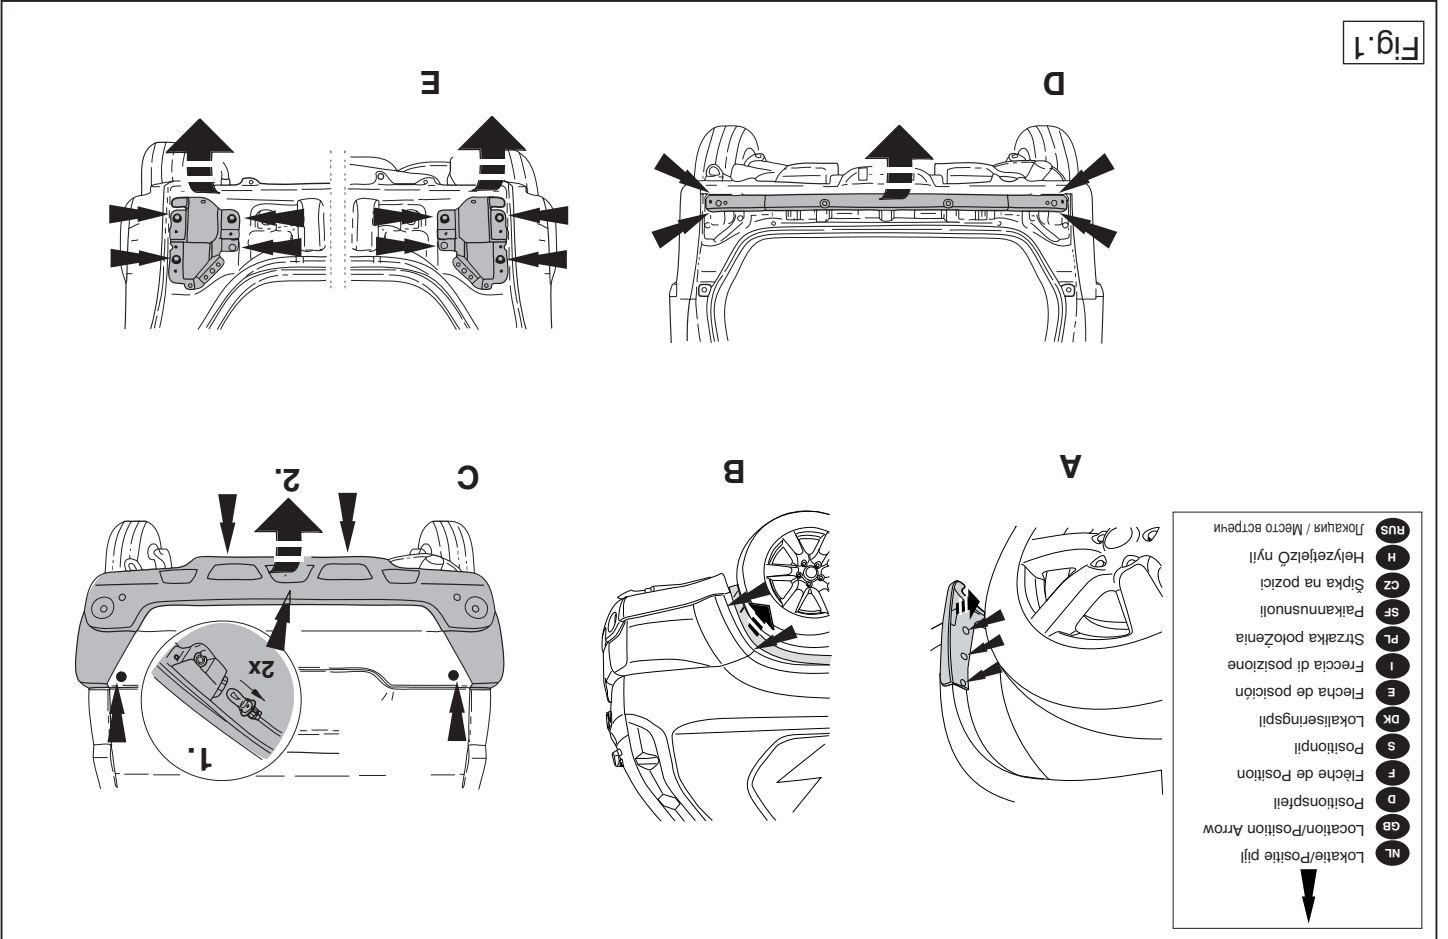

Fig.1
1. Die Stoßstange einschließlich des stählernen Stoßbalkens vom Fahrzeug abmontieren Siehe Abbildung 1.
1. Déposer le pare-chocs du véhicule y compris la traverse en acier. Voir la figure 1.
1. Demonter kofangeren, inklusive køretøjets stålstødbjelke. Se fig. 1.
1. Снять бампер вместе со стальным буферным брусом автомобиля. См. рисунок 1.